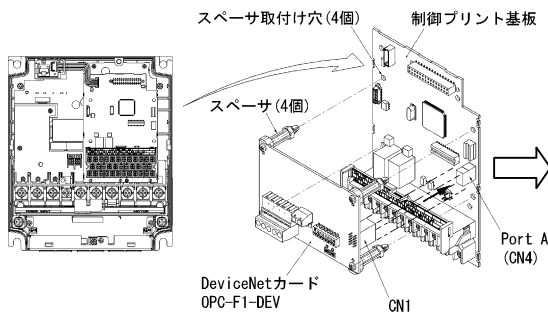

図3 FRN7.5F1S-2J～
- (1) インバータ本体のカバーを取り外し、制御プリント基板を露出してください。(図3)